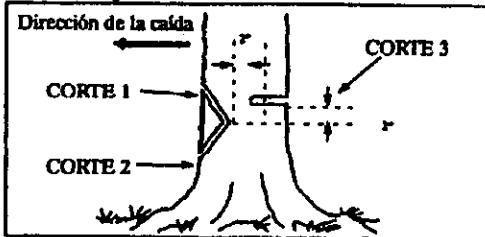

Figura 21
- Deje suficiente madera sin cortar entre el corte final y la muesca para formar una bisagra. Figura 21.